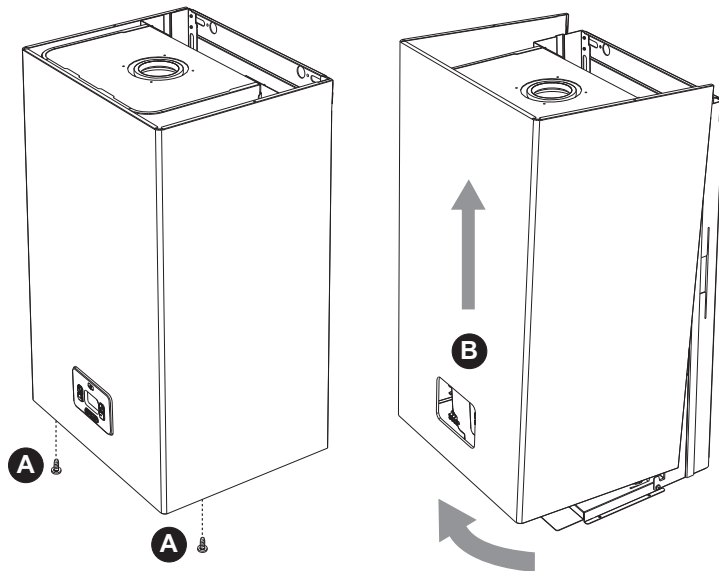

fig. 28 - Apertura pannello frontale
1. Svitare le viti **A** (vedi fig. 28).